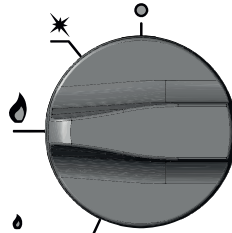
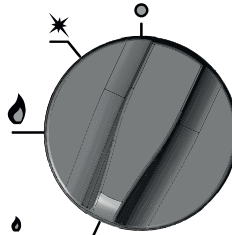

Bild 8. Einstellung des Drehknopfes bei der der Brenner mit voller Leistung funktioniert.
Bild 9. Einstellung des Drehknopfes bei der der Brenner mit minimaler Leistung funktioniert (etwa 1/3 der Maximalleistung).
- Den Drehknopf (mit einer Bewegung gegen den Uhrzeigersinn) in die Position Vollflamme drehen (Bild 8), damit der Hauptbrenner angezündet wird (dieser wird durch den Pilotbrenner angezündet). Als nächstes, den Drehknopf weiter in dieselbe Richtung drehen, wodurch man eine Sparflamme erhält (Bild 9). Der Hauptbrenner wird nicht angezündet, wenn der Pilotbrenner nicht brennt und nicht den Gasaustrittssensor aufwärmt. Im Falle einer momentanen Unterbrechung der Flamme wird der Gasaustrittssensor das Absperren des Gasflusses zu dem Brenner verursachen.